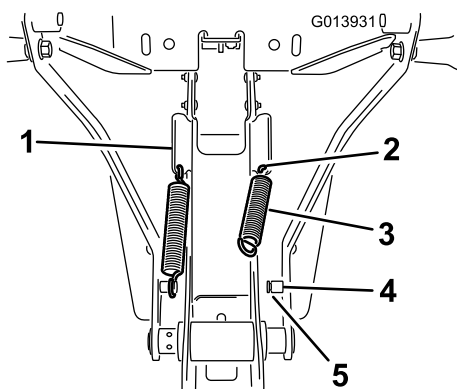

Figura 13
1. Montate la molla nel foro situato all'estremità inferiore della linguetta angolata sulla parte laterale del gruppo telaio (Figura 13).
2. Agganciate un'estremità della molla nel foro. Utilizzate un utensile appropriato per tendere la molla in modo che l'estremità opposta raggiunga il supporto sporgente sul braccio della base (Figura 13).
3. Accertatevi che l'estremità della molla sia posizionata correttamente nella scanalatura del supporto (Figura 13).